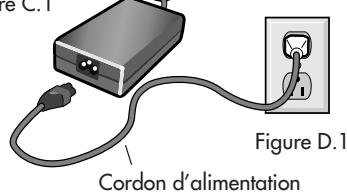

Figure D.1
4. Connectez une extrémité du câble d'alimentation sur l'adaptateur CA et l'autre extrémité sur la prise de secteur (**Figure D.1**).